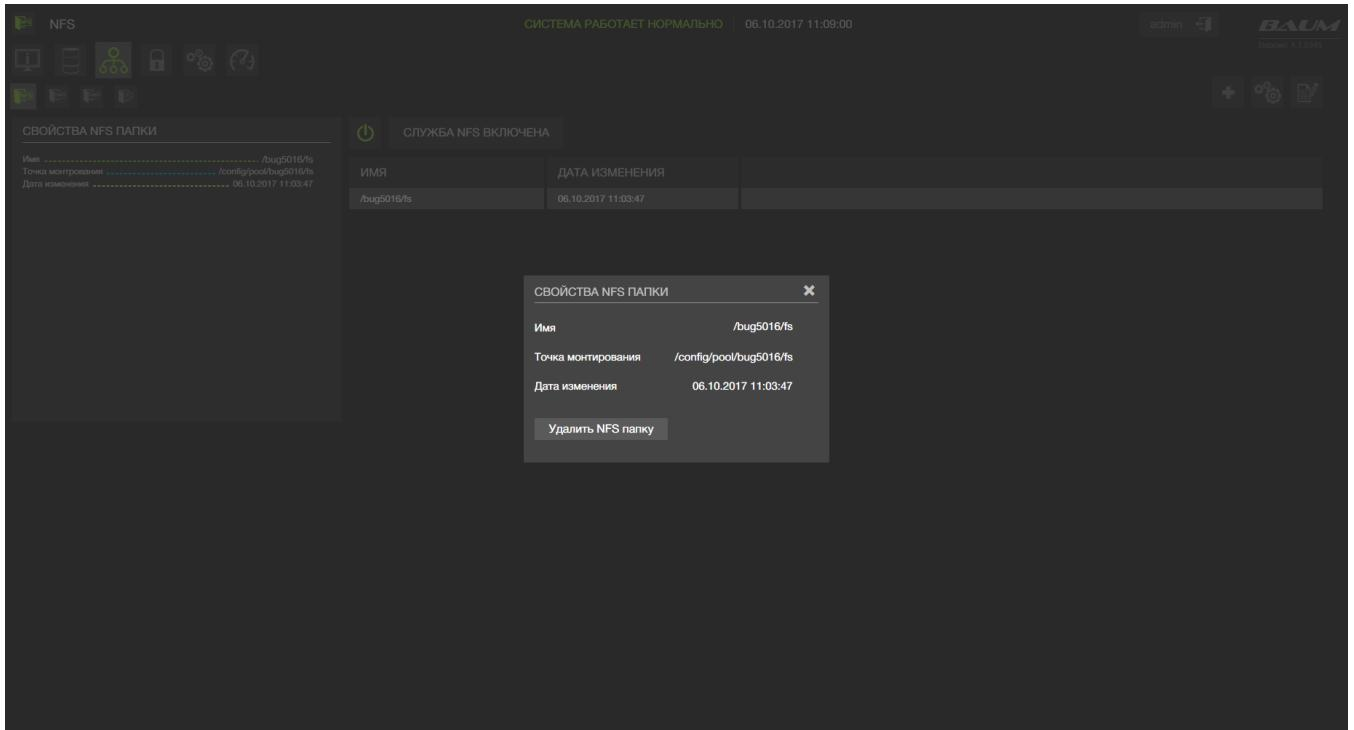

Рисунок 60 – Свойства NFS папки
- 3) Нажать на кнопку «Свойства NFS папки» (см. Рисунок 60)